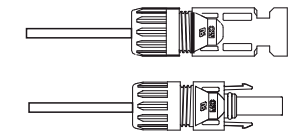

Abbildung 5.20 Stecker mit angeschraubter Überwurfmutter
4. Setzen Sie den Metallstecker oben in den Stecker ein und ziehen Sie die Mutter mit einem Drehmoment von 3–4 Nm an (siehe Abbildung 5.20).